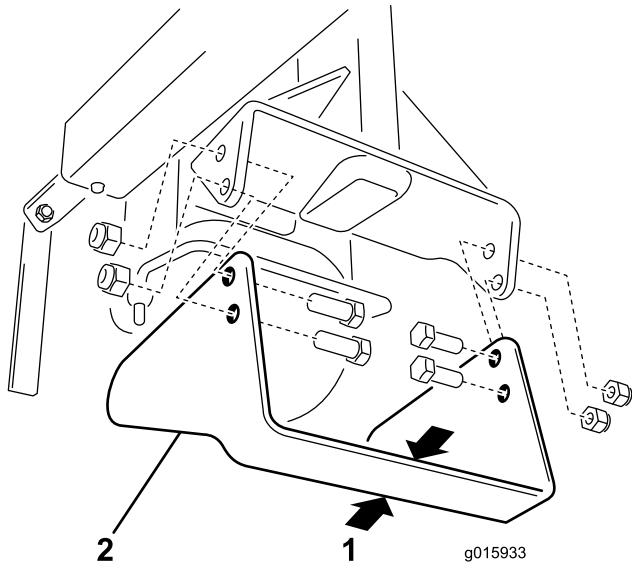

Рисунок 15
Регулярно проверяйте состояние ножа устройства обработки краев и заменяйте нож, если его ширина уменьшилась до 1-1/4 дюйма (Рисунок 15).
3. Отверните 4 винта с гайками, которые крепят нож к рычагу режущего устройства (Рисунок 15).